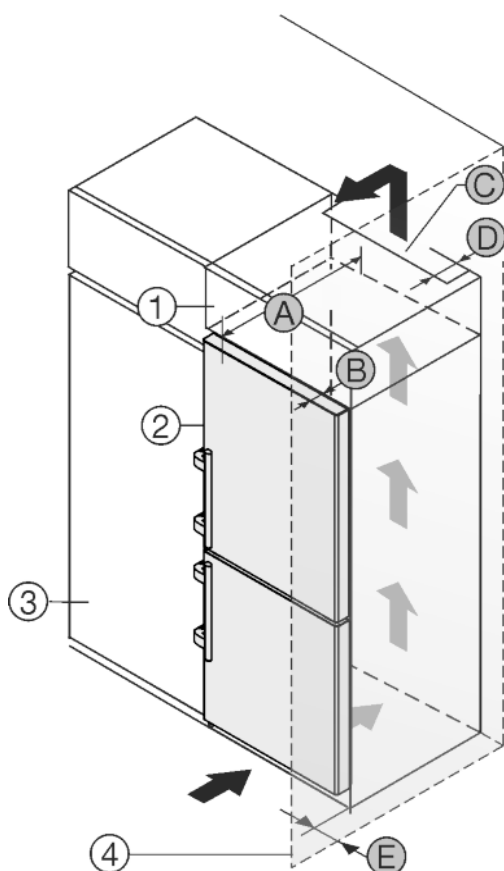

Fig. 26
Urządzenie może zostać obudowane szafkami kuchennymi. Aby dopasować urządzenie Fig. 26 (2) do wysokości ciągu szafek kuchennych, można nad urządzeniem umieścić szafkę nasadzaną Fig. 26 (1).
Urządzenie można ustawić bezpośrednio obok szafki kuchennej Fig. 26 (3). By móc całkowicie otworzyć drzwi, urządzenie musi wystawać przynajmniej o głębokość Fig. 26 (B) za front szafki kuchennej. W zależności od głębokości szafek kuchennych oraz od zastosowania elementów dystansowych urządzenie może wystawać jeszcze bardziej.
- Na tylnej ścianie szafki nasadzonej wymagany jest wywiewny kanał wentylacyjny o głębokości Fig. 26 (D) na całej szerokości szafki.
- Pod sufitem pomieszczenia należy zachować przekrój odpowietrzający Fig. 26 (C).
Jeżeli urządzenie będzie ustawiane z zawiasami do ściany Fig. 26 (4), to pomiędzy urządzeniem i ścianą należy zachować odstęp Fig. 26 (E). Na taką odległość wystaje klamka przy otwartych drzwiach.